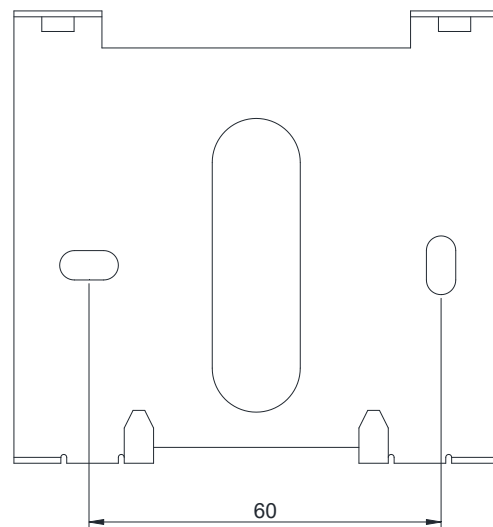

图 6（单位：mm）
紧急启/停按钮的安装需要使用配套支架。配套支架如图 6 所示，外形尺寸为 90mm×90mm×43mm（长×宽×高），固定孔直径为 $\phi 5\text{mm}$ ，固定孔间距为 58mm~62mm，总线可由顶部或底部进线孔穿入。
- 按施工图纸，使用 2 枚 M4 螺钉，通过图 6 中所示的固定孔，将配套的支架固定在指定的位置上，并确保支架安装牢靠；